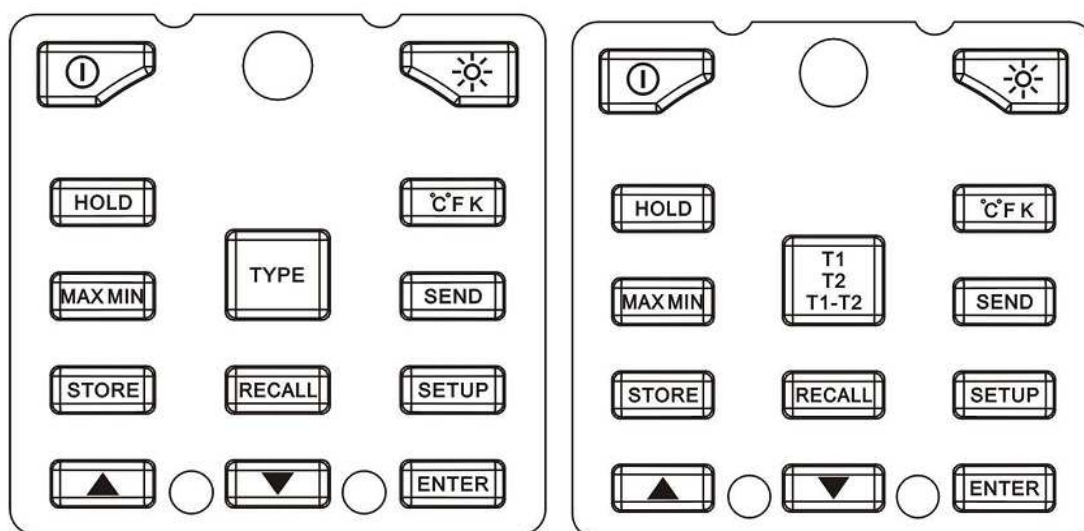

Rys. 2 .Symbole wyświetlacza
- Rys. 2 oraz tabela 4 opisujące symbole wyświetlacza,